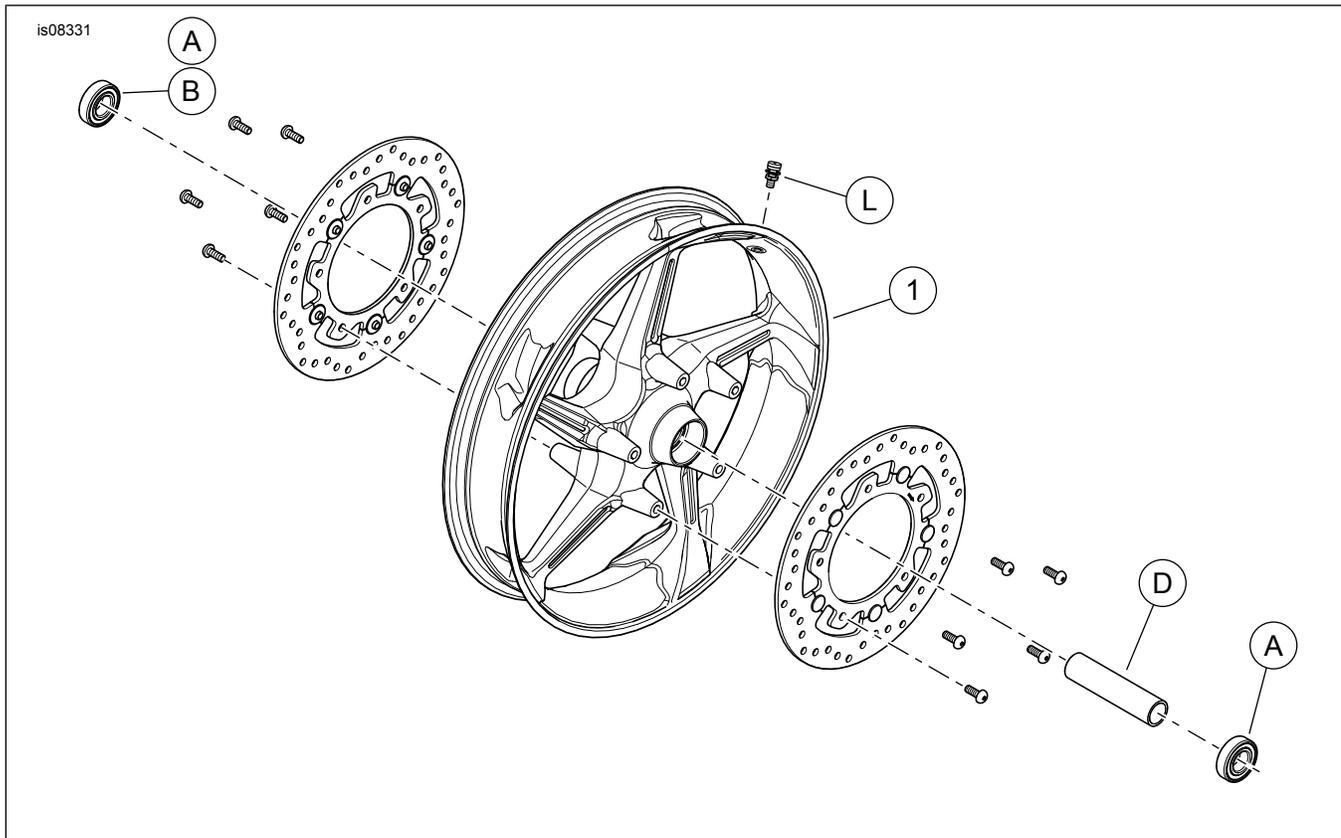

Figura 1. Piezas de servicio: Kits de rueda delantera Aggressor
2. Vea la Figura 1. Instale el conjunto del vástago de la válvula (L) en la rueda. Vea NEUMÁTICOS en el Manual de servicio.